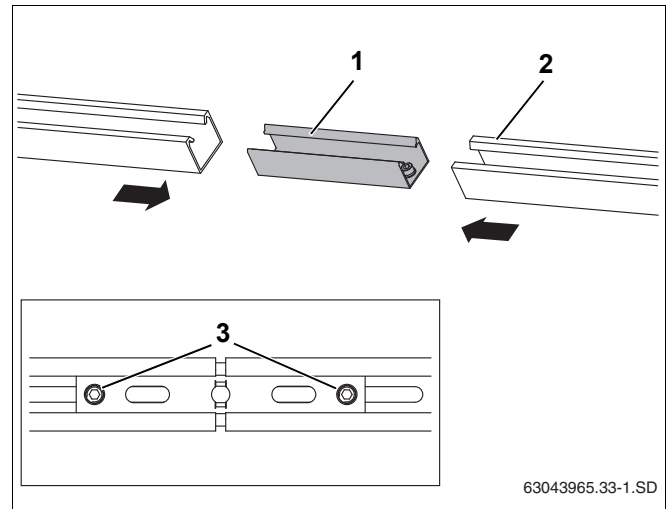

Рис. 31 Соединение профильных реек
- ▶ Задвинуть до упора вставку (рис. 31, поз. 1) в обе профильные рейки (рис. 31, поз. 2).
- ▶ Для фиксации затянуть ключом SW 5 оба предварительно установленных стопорных винта M10 (рис. 31, поз. 3).